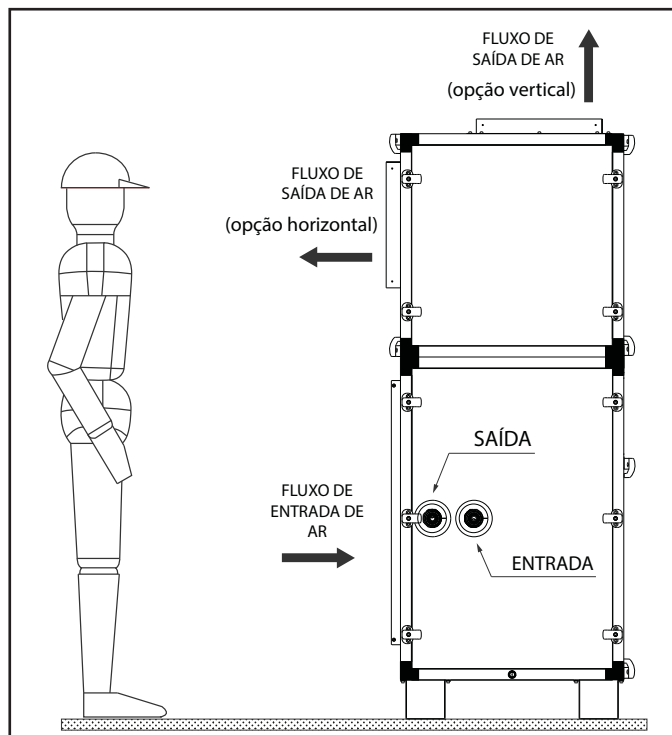

Figura 5 - Montagem Hidráulica
Os pontos de conexão hidráulicas das unidades com a rede, podem ser executadas em qualquer um dos seus lados, bastando que seja feita conversão do lado do trocador, conforme o item 4.11. A posição original de montagem da hidráulica está representada na figura 5 ao lado.
Os módulos trocador de calor 39E possuem saída lateral para drenagem de condensado. A posição de fábrica para a conexão do dreno é a esquerda conforme a figura 5. Instale a linha de drenagem de condensado com sifões adequados.